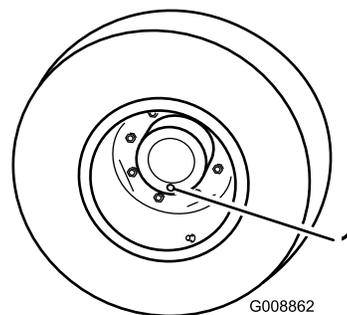

Figura 61
1. Con la macchina parcheggiata su una superficie piana, posizionate la ruota in modo che i tappi di controllo si trovino nella posizione inferiore (ore sei) (Figura 61).